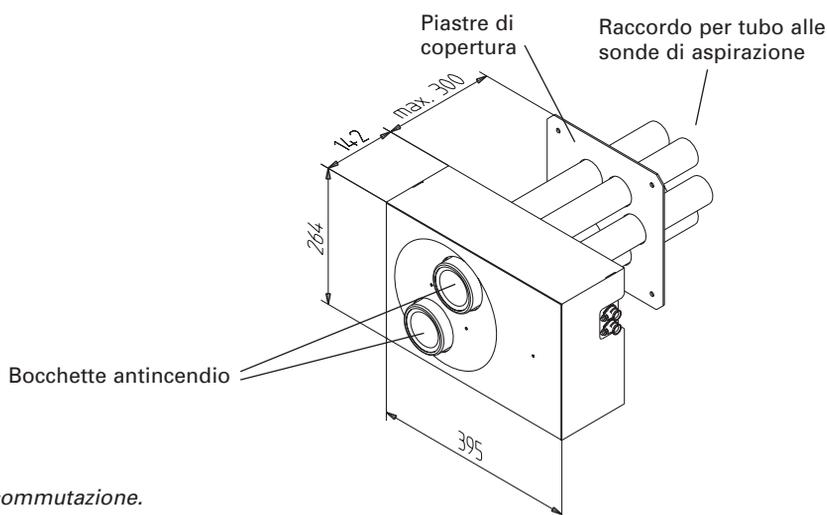

Fig. 5 - Unità di commutazione.
L'unità di commutazione automatica (Fig.5), incluso bocchette antincendio per sonde di aspirazione dell'alimentazione automatica pellets, è un dispositivo testato, antincendio (IBS Pruf - n° 11868) e risponde alle attuali disposizioni tecnologiche antincendio.
- Montare la piastra di copertura (Fig. 5) all'interno con 4 viti e spine.